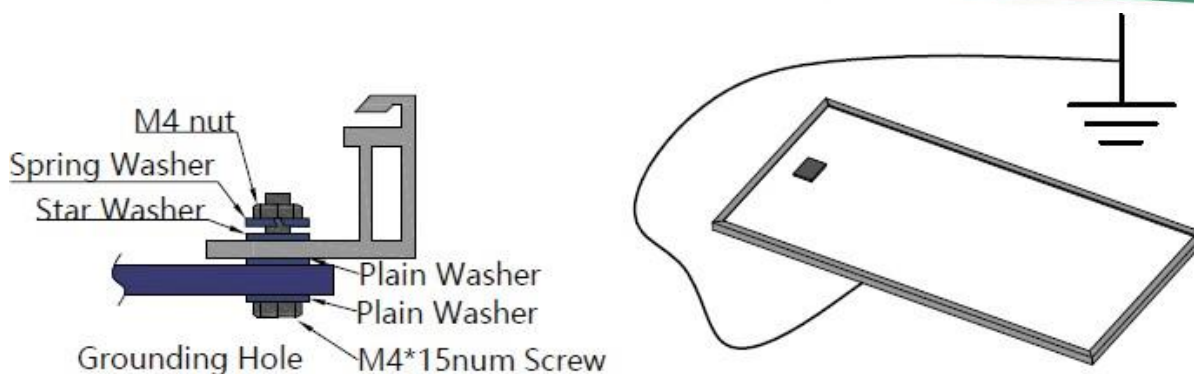

Figura 10: Instalação de aterramento de módulos fotovoltaicos
e) Todas as estruturas do módulo e racks de montagem devem ser devidamente aterrados de acordo com o local e códigos elétricos nacionais. Fixe o condutor de aterramento do equipamento à estrutura do módulo usando o orifício e as ferragens fornecidas. Observe que uma arruela estrela de aço inoxidável é usada entre o fio terra e a estrutura do módulo (consulte a Figura 10 abaixo). Essa arruela é usada para evitar corrosão devido a metais diferentes. Aperte o parafuso com firmeza.